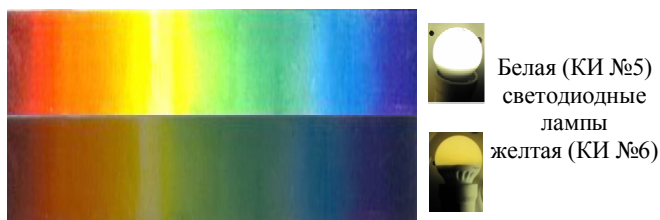

Рис. 8.7. Спектры испускания КИ №5 и №6.
- 6.1 Установите на оптической скамье КИ №5 – белую светодиодную лампу, а сбоку от монохроматора – КИ №6 – желтую светодиодную лампу (рис.8.7). Убедитесь в том, что оба источника имеют только сплошные спектры испускания, как и лампа накаливания.